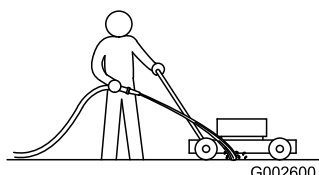

Figure 22
1. Mettez le moteur en marche lorsque la tondeuse se trouve sur une surface revêtue plane et dirigez un jet d'eau devant la roue arrière **droite** (Figure 22).